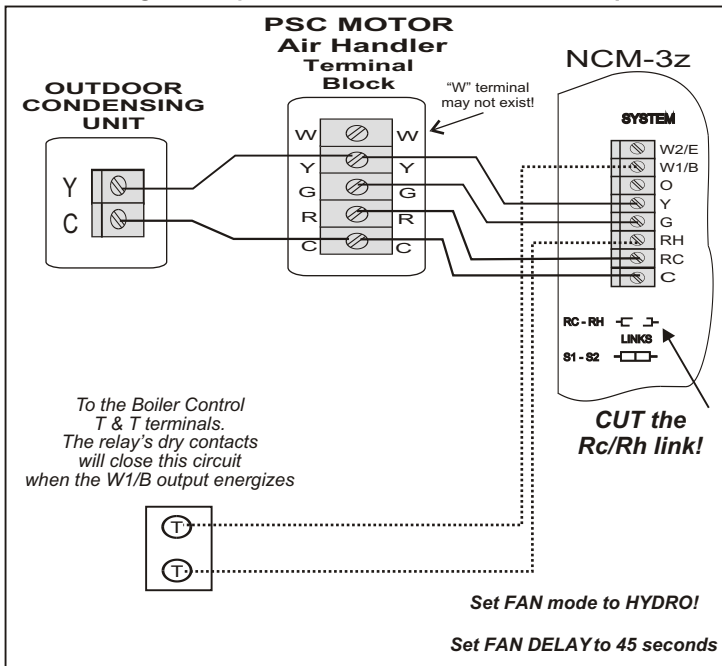

Figura 15
* La Figura 15 es para tipos de motores PSC de tecnología antigua. Corte el enlace Rc/Rh (para aislar) y conecte el circuito T&T de la caldera directamente al Rh y W1/B.